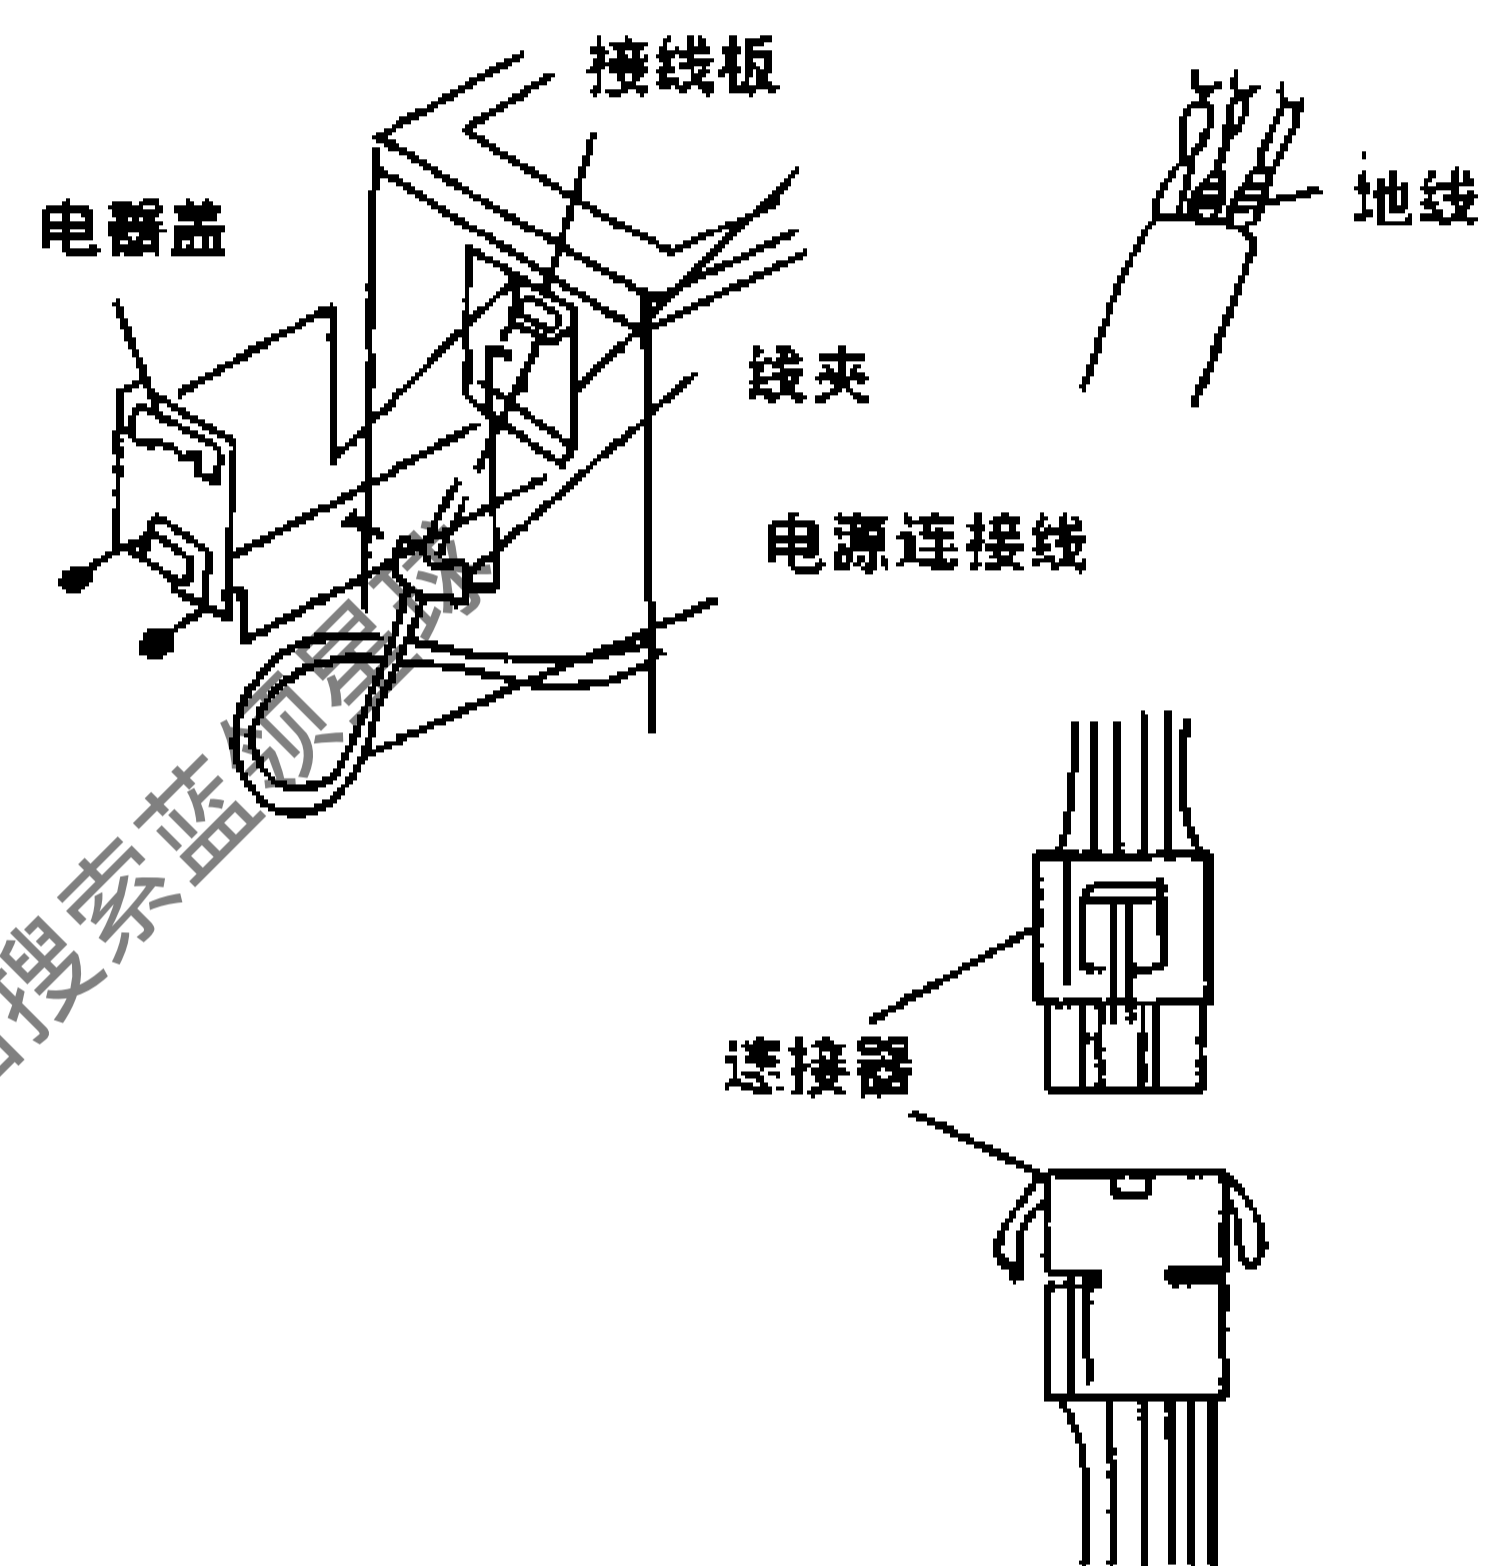

图 14-2-20
- (2) 核对接线是否有错误。
- (3) 装回接线壳盖。见图 14-2-20。